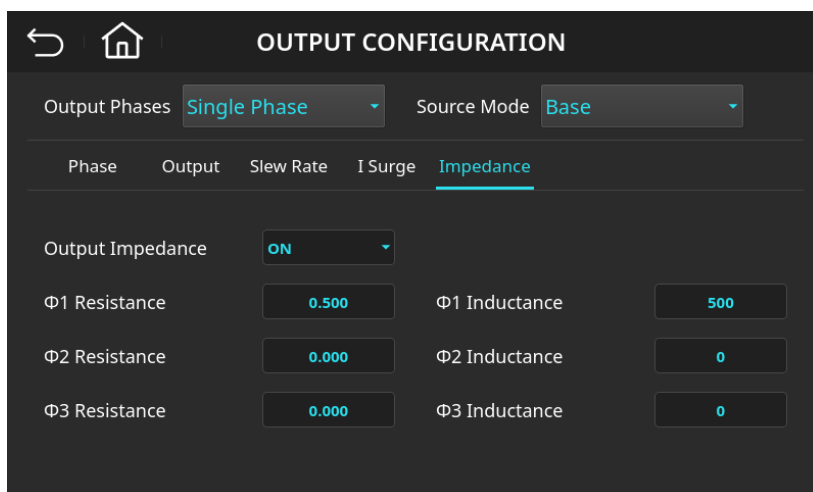

图 4-47 可程序设计输出阻抗功能（Impedance）页面(Φ1 R Impedance =0.5, Φ1 L Impedance =500)
5. 输入 **5**，**0**，**0**后按下 **Enter** 键，数值变更成“500”，如图 4-47 所示。